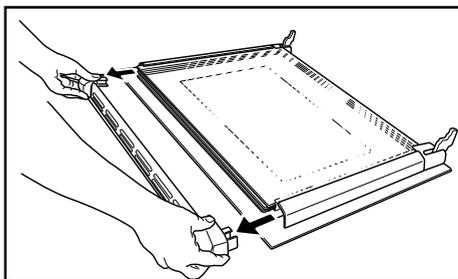

Рис. 27
5. Снимите держатель внутреннего стекла (Рис. 27).